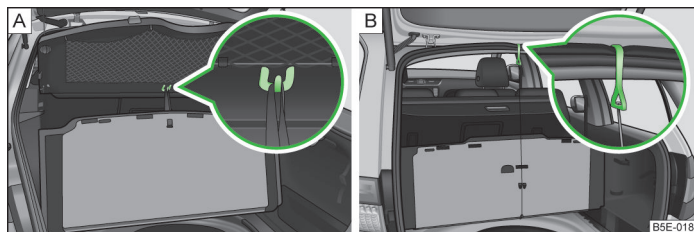

Fig. 82 Fixation du revêtement du coffre à bagages : Octavia / Octavia Combi
- Octavia : à l'aide de la boucle à l'un des crochets du cache du coffre à bagages » fig. 82 - A ;
- Octavia Combi : à l'aide du crochet sur le châssis du hayon du coffre à bagages » fig. 82 - B.